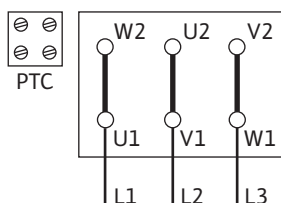

Fig. 10: Démarrage Y-Δ
- L'alimentation réseau dépend de la puissance moteur P₂, de la tension d'alimentation et du type de branchement. Consulter le tableau suivant ainsi que les Fig. 10, 11 et 12 pour connaître le couplage requis des ponts de liaison dans la boîte à bornes.